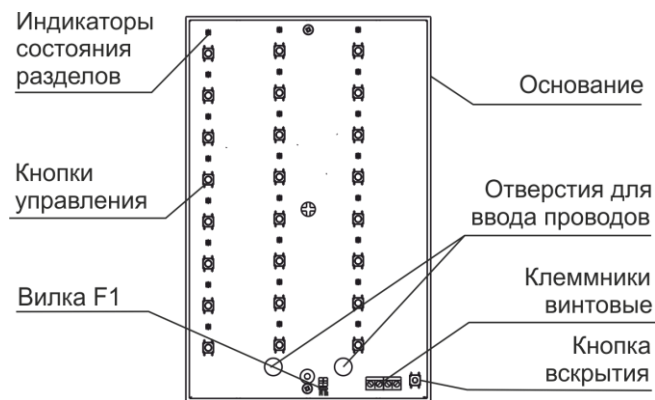

Рисунок 2
4.1 Конструктивно МИР выполнен в виде блока, состоящего из основания и съемной крышки. Внутри блока смонтирована печатная плата с радиоэлементами (рисунок 2).
2 Через отверстия для ввода проводов (см. рис.2) на основании и плате МИР завести провода для подключения питания и интерфейса связи с МИ
3 Через отверстия для ввода проводов (см. рис.2) на основании и плате МИР завести провода для подключения питания и интерфейса связи с МИ